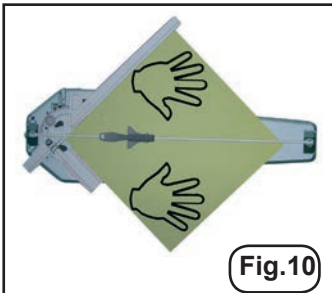

Fig. 10
**INCISIONE E ROTTURA A 45° (tagli diagonali) (Fig.4 - Fig.8 - Fig.9 - Fig.10)**
Per piastrelle di grandi dimensioni si consiglia di: rompere la piastrella dopo l'incisione appoggiando le due mani sui due lati divisi dall'incisione ed esercitare pressione fino alla rottura (Fig.10). In caso i tagli a 90° e + o -45° non fossero corretti, agire sugli appositi eccentrici di ferro (B) di Fig.4 e (A) di Fig.8.